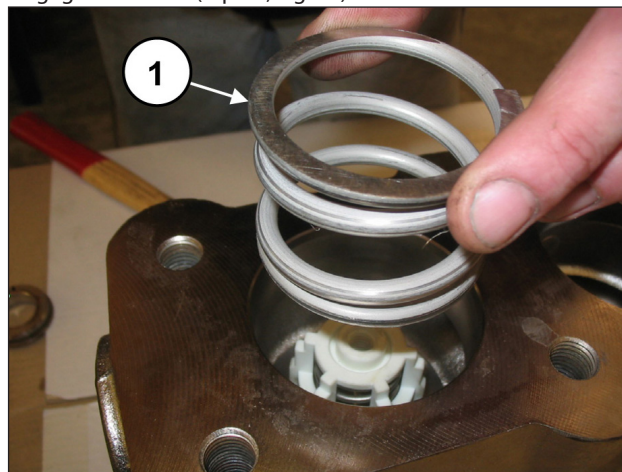

Fig. 81
Dégager le ressort (rep. ①, Fig. 81).